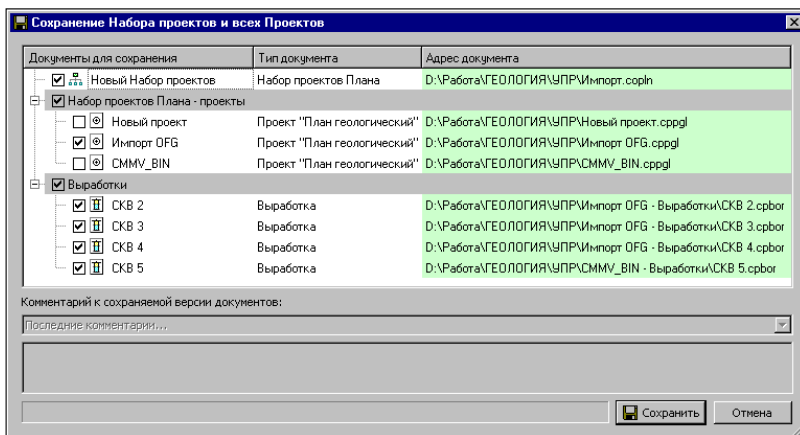

Рис. 10.4
В диалоге можно отметить флажками документы, которые необходимо сохранить, а также уточнить адреса хранения и имена наборов проектов и отдельных проектов (рис. 10.4).
- Снимите флажки напротив проектов – *Новый проект* и *CMMV\_BIN* (рис. 10.4). Нажмите кнопку **Сохранить**.